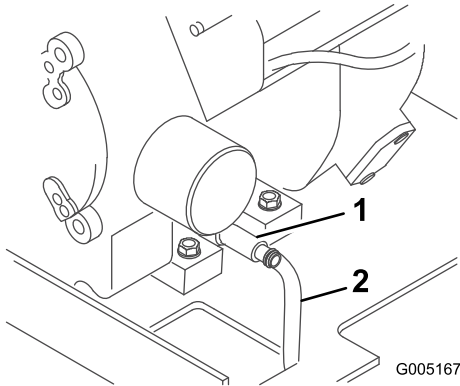

Figure 21
- Raccordez une extrémité de flexible au robinet de vidange et placez l'autre dans un bac (Figure 21).
- Ouvrez le robinet de vidange d'huile en le tournant vers la gauche tout en le tirant (Figure 21).